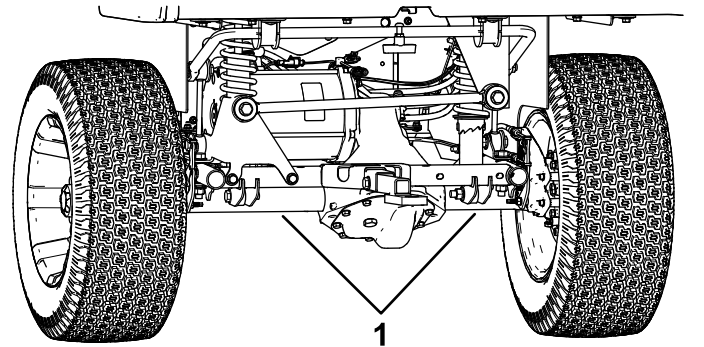

Bild 30
- Die hintere Hebestelle der Maschine befindet sich unter den Achsrohren (Bild 30).